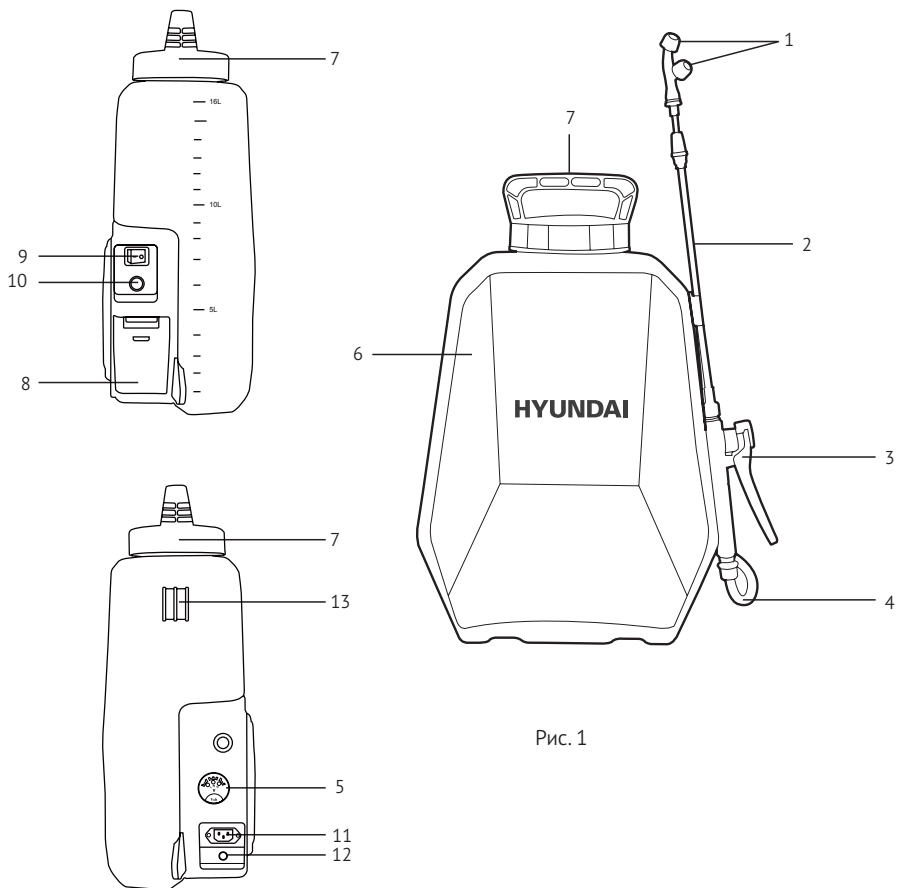

Рис. 1
- Включите выключатель мощности 9 (рис. 1) и нажмите на курок-ручку на распылительном пистолете, чтобы начать распыление. Допускается как мгновенное, прерывное так и непрерывное распыление. Давление и напор также можно отрегулировать регулятором 10 (рис. 1) возле кнопки включения, а на самом распылительном пистолете можно зафиксировать курок в нажатом положении для удобства использования.
- Полная мгновенная мощность («турбо» режим) — максимальное давление распыляемой жидкости задается кнопкой включения 9 (рис. 1).
- Задействовав регулятор производительности насоса 10 (рис. 1) можно задать требуемое давление и напор распыляемой жидкости.
- Полностью выключить опрыскиватель можно, если выключатель 9 (рис. 1) будет находиться в **выключенном** положении, а так же если регулятор производителя насоса 10 (рис. 1) будет находиться тоже в полностью **выключенном** крайнем левом положении после характерного щелчка против часовой стрелки. При этом не будет светиться индикатор батареи с противоположной стороны опрыскивателя.
- В случае перерывов в работе рекомендуется полностью выключить питание насоса опрыскивателя — перевести регулятор 10 (рис. 1) или выключатель 9 (рис. 1) в полностью **выключенные** положения для экономии заряда аккумулятора.